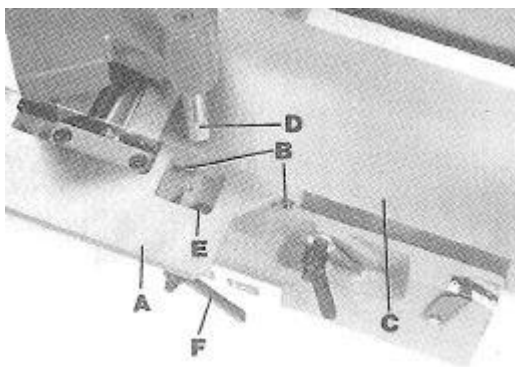

Рис. 9 Сборка планки для прорезки пазов
Установите планку для прорезки пазов (A), Рис. 9, сбоку от подающего стола, используя два винта с углублением под ключ 3/ 4" (B).
Для сборки ограждения фрезерной головки вставьте стойку (D), Рис. 9, в отверстие (E) и затяните стопорный рычаг (F) напротив плоскости стойки.